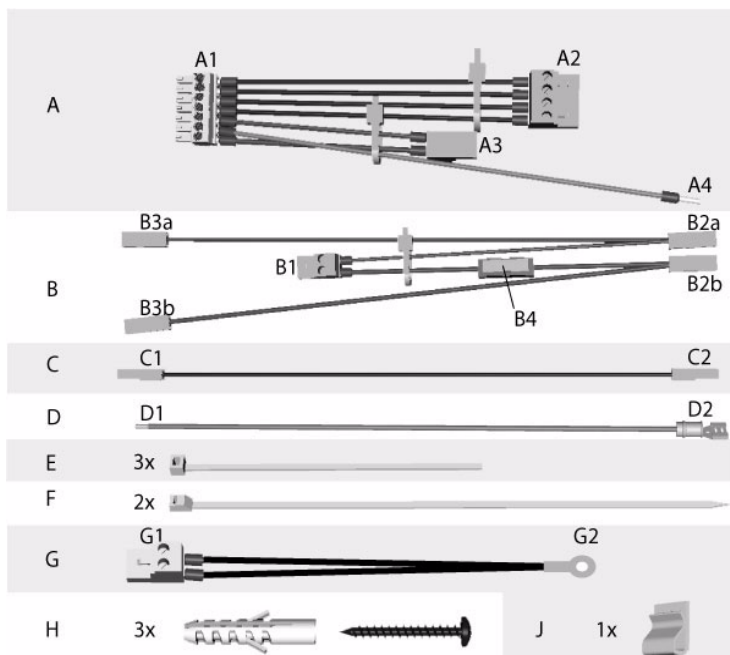

Рисунок 2 Содержимое комплекта аксессуаров
3. Вставьте кронштейн **J** (Рисунок 2) в нижнюю часть корпуса таким образом, чтобы впоследствии на нем могли быть зафиксированы неиспользуемые разъемы кабеля **B**.